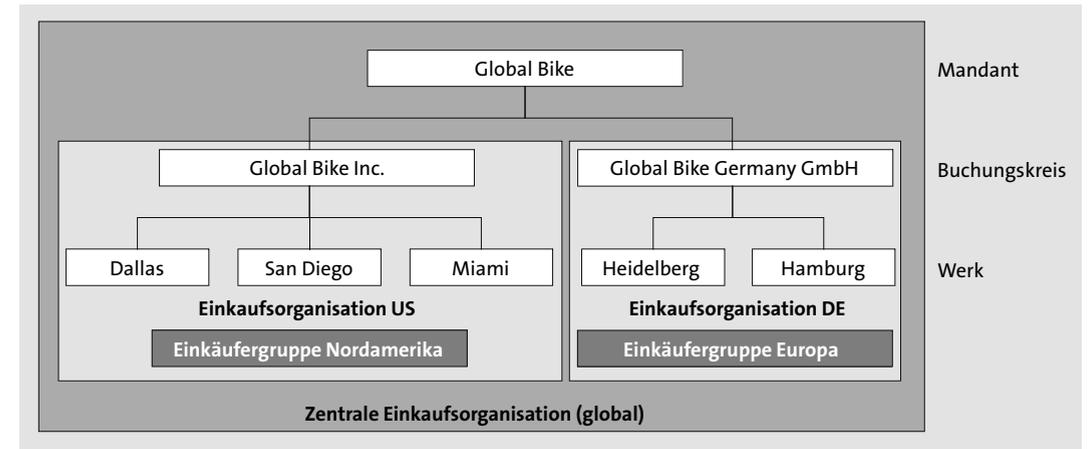

Abbildung 3.8 Einkaufsorganisationen und Einkäufergruppen bei Global Bike
**Einkaufsorganisation** Die *Einkaufsorganisation* ist für die Organisation aller Einkaufsaktivitäten für Dienstleistungen und Materialien verantwortlich. Sie übernimmt die Verhandlung von Einkaufskonditionen mit Lieferanten. Dabei kann eine Einkaufsorganisation in SAP ERP einem Werk zugeordnet sein. Sie kann in SAP ERP aber auch auf Buchungskreisebene (werksübergreifend) oder sogar als zentrale Einkaufsorganisation für einen Konzern auf Mandantenebene (buchungskreisübergreifend) abgebildet werden. Der Konzern Global Bike verfügt, wie in Abbildung 3.8 illustriert, über jeweils eine Einkaufsorganisation für die Bereiche USA und Deutschland sowie eine zentrale Einkaufsorganisation für den Gesamtkonzern.
Abbildung 3.8 bietet eine Übersicht der Einkaufsorganisationen und Einkäufergruppen im Global-Bike-Konzern.